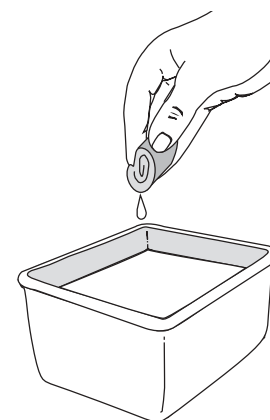

Fig. 38
3. Lave el filtro con agua y detergente (Fig. 38). Enjuague bien el filtro. Escorra el exceso de agua. Déjelo secar por completo.